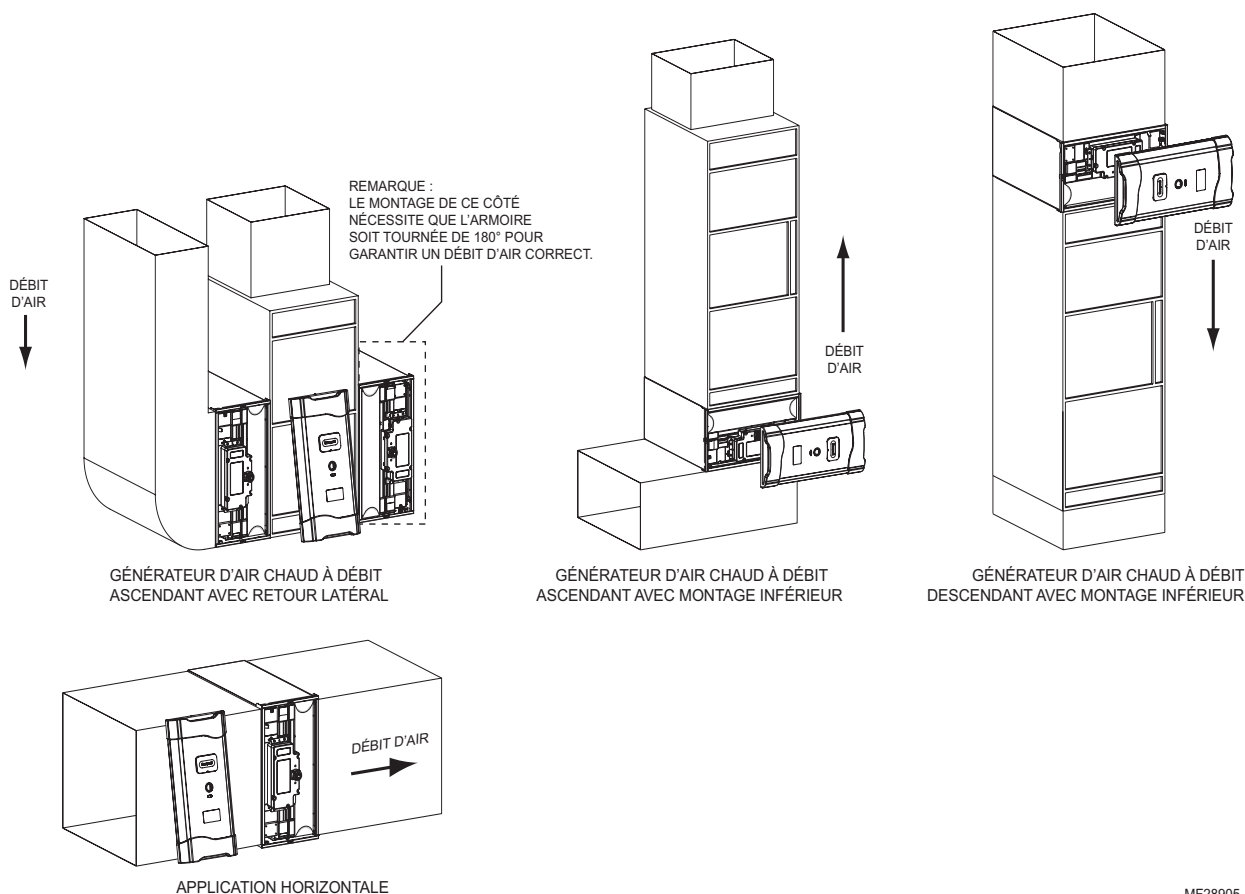
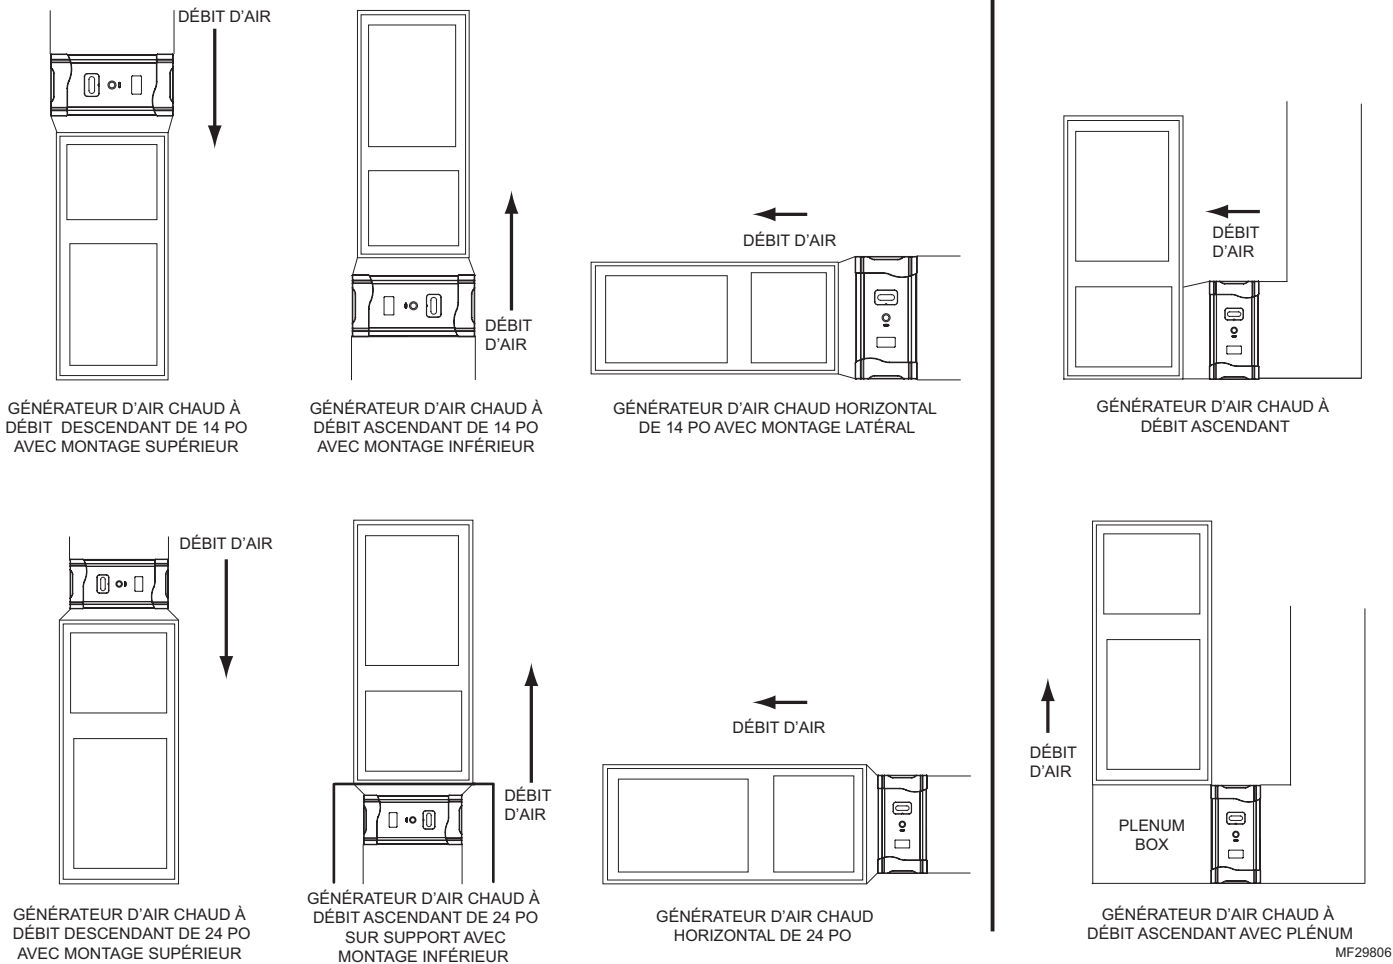
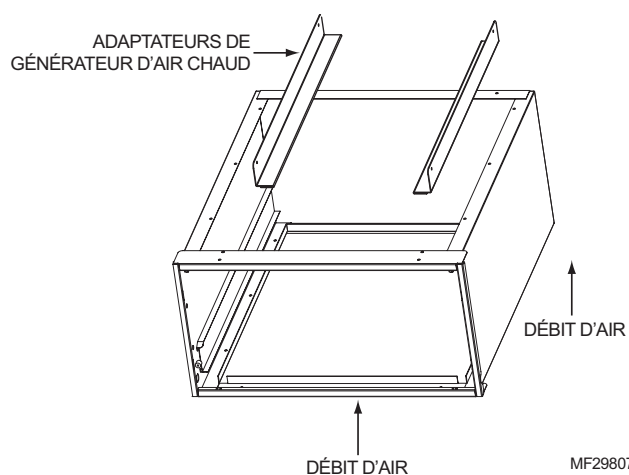
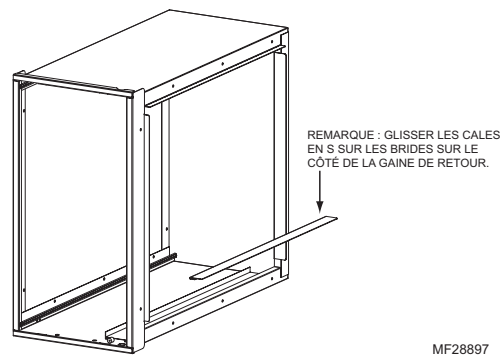

Fig. 7. Orientation de l'armoire pour les modèles 1625/2025.
Fig. 8. Orientation de l'armoire pour les modèles 1625/2025 avec transition.
Fig. 9. Utilisation d'adaptateurs de générateur d'air chaud.
Fig. 10. Utilisation d'adaptateurs de gaine de retour.
- Identifier un emplacement de montage de l'épurateur d'air amélioré de Honeywell dans la gaine d'air de retour. Voir Fig. 7 et Fig. 8 page 11.
- Placer l'armoire entre le générateur d'air chaud et la gaine d'air de retour (voir Fig. 7 page 10, Fig. 8 page 11, Fig. 9 et Fig. 10 page 13). Une gaine de transition peut être requise.
- Des adaptateurs de générateur d'air chaud sont inclus pour la commodité de l'installateur. Ils sont conçus pour les installations à montage inférieur ou supérieur (voir Fig. 9).
- f. Des adaptateurs de gaine d'air de retour sont inclus pour la commodité de l'installateur. Ils doivent être utilisés pour connecter le côté débit ascendant de l'armoire de l'épurateur d'air amélioré de Honeywell à la gaine d'air de retour (voir Fig. 10).